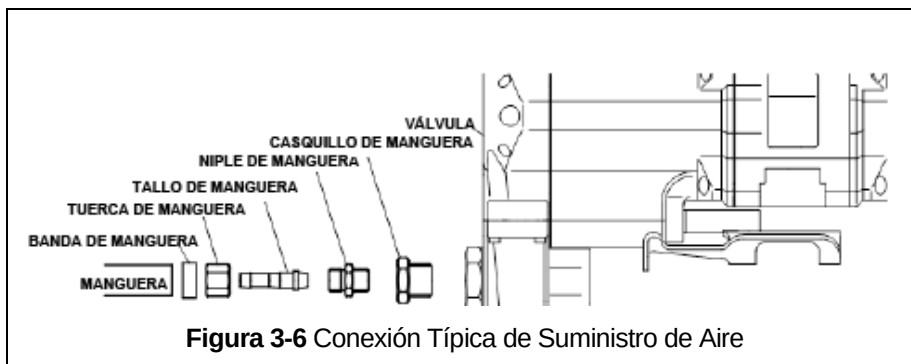

Figura 3-6 Conexión Típica de Suministro de Aire
- 3.9.5 Hacer conexiones al suministro de aire; referencia Figura 3-6. Use un adaptador reductor en la sección de la válvula del polipasto/tecle para tamaños de manguera mayores de 19mm NPT.